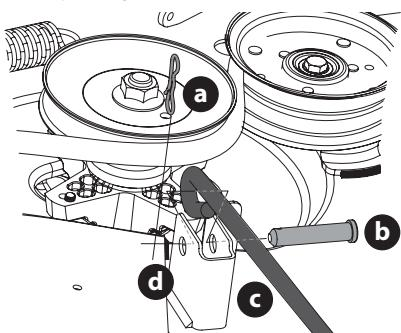

Figure 46
- b. Retirez la troisième goupille papillon (a) de l'axe de chape (b) qui fixe la tige de commande du plateau avant (c) au support de levage du plateau avant (d). Retirez l'axe de chape (b) (Figure 46).